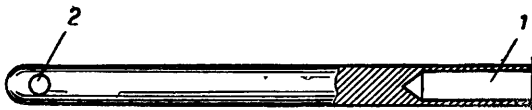

Рис. 4. Оправка для перезаряжания имитационного запала:
7. Для перезаряжания имитационного запала применяется оправка (рис. 4), которая дается на каждые 4 гранаты.